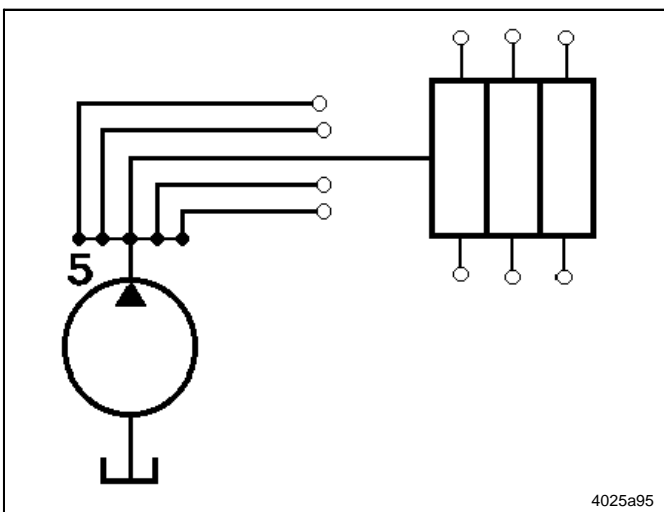

Abb. 14 Mehrleitungspumpe erweitert durch einen Progressiv - Verteiler
- In Verbindung mit Handpumpen, pneumatischen oder elektrischen Pumpen bilden Progressiv Verteiler einfache und kostengünstige Zentralschmieranlagen, siehe Abb. 14.